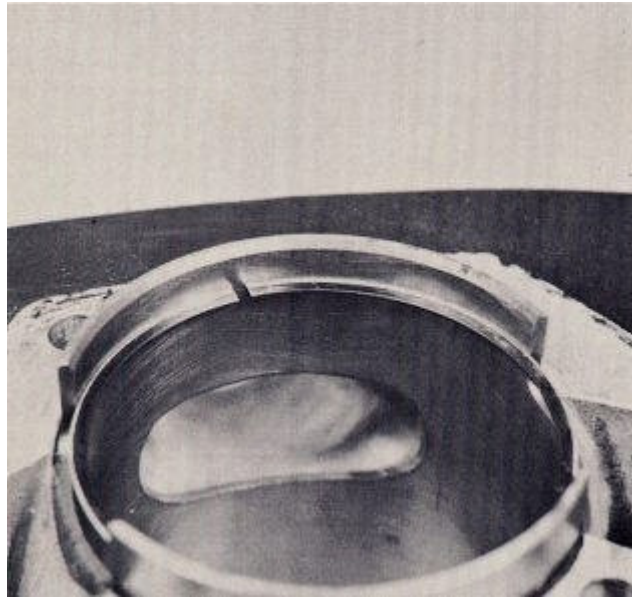

FIG. 66
9. Limpieza a fondo de los anillos y el lugar uno de ellos dentro del cilindro, aproximadamente 1 / 2 pulgada hacia abajo desde la parte superior de la línea (Fig. 66). Tome el pistón y la inserta en la boca del cilindro hacia abajo hasta la parte superior del pistón golpea el anillo (Fig. 67). Entonces empuje el pistón hacia abajo otra 1 / 2 pulgada. Esto hará que el anillo se establece perfectamente en el cilindro. Quite el pistón y se mide la anchura del hueco en el